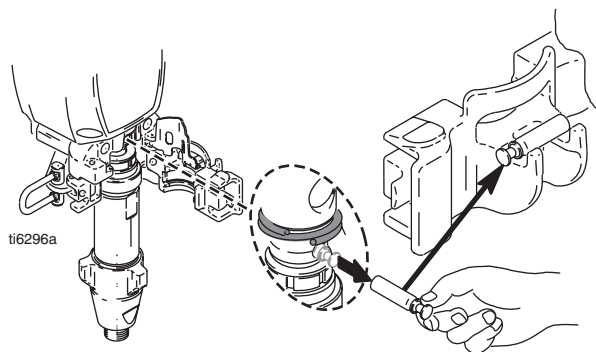

ABB. 23
2. ABB. 23. Pumpe so anhalten, dass sich die Kolbenstange am unteren Umschaltpunkt befindet.
- 10. ABB. 23. Pumpenstift herausziehen und in die Stifthalterung geben.